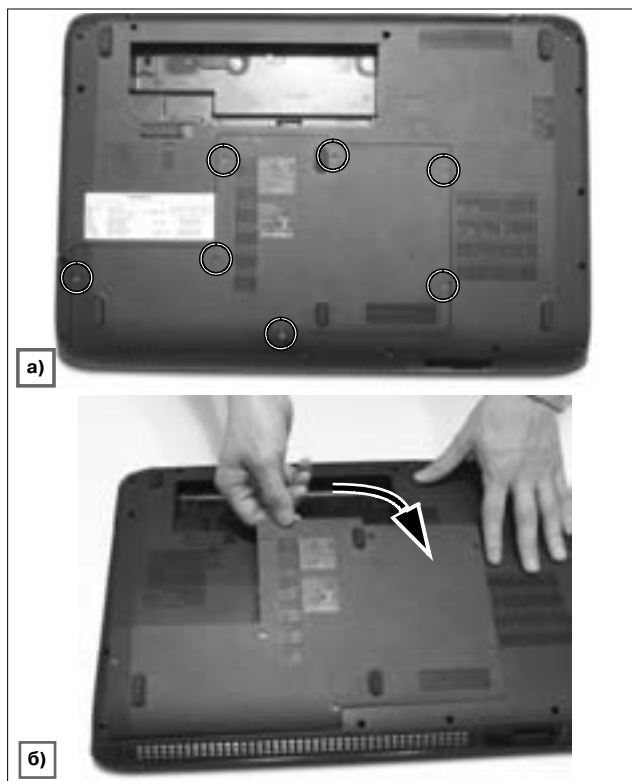

Рис. 3
1. Откручивают крепежные винты, указанные на рисунке кружками (рис. 3а).
2. Снимают крышку отсека, под которым видны жесткий диск и оперативная память (рис. 3б).
1. Снимают крышку отсека (рис. 3а, б).